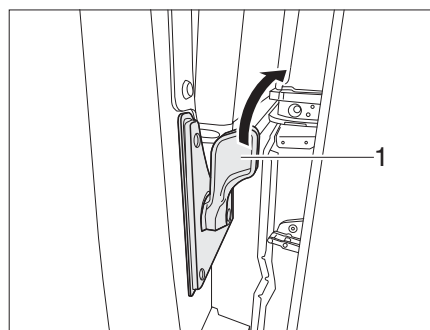

Bild 23 Schiebetür, elektrisch - Riegel innen
- Den Riegel (Bild 23,1) nach rechts drücken. Die elektrische Schiebetür fährt bis zum Anschlag auf.
- Den Riegel (Bild 23,1) nach rechts drücken. Die elektrische Schiebetür schließt sich und fährt in das Türschloss.